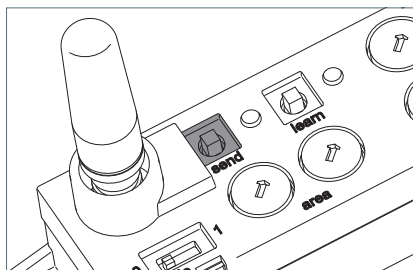

Fig. 27: Touche « send ».
- ▶ Appuyez sur la touche « send » et tenez-la appuyée pendant au moins cinq secondes, voir Fig. 27.